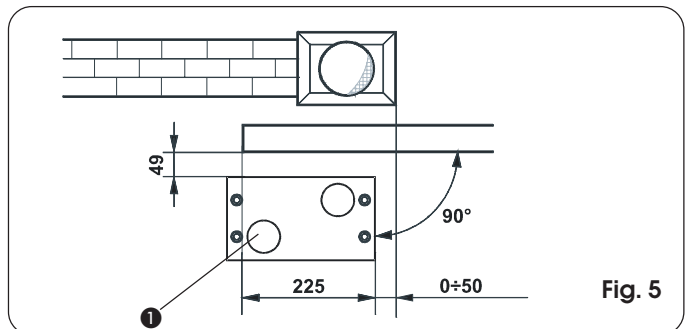
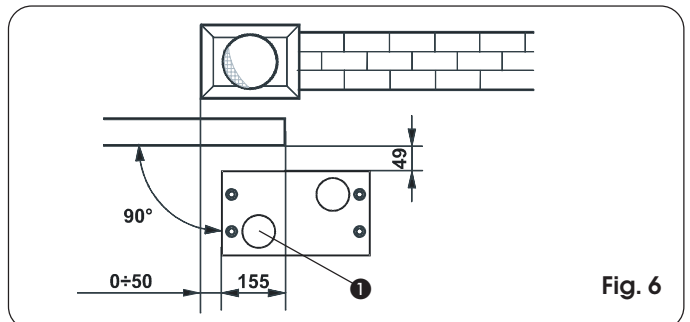

Fig. 5
Fig. 6
- 2) De funderingsplaat moet worden geplaatst zoals op fig. 5 (sluiting naar rechts) of fig. 6 (sluiting naar links) om te verzekeren dat het tandwiel en de tandheugel goed in elkaar grijpen.